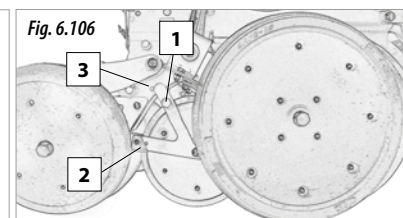

Fig. 6.106
La rueda pisa semillas se ubican entre las ruedas para el control de profundidad y las ruedas cubre-semillas (Fig. 6.106).
IMPORTANTE: PARA QUE LA RUEDA PISA SEMILLAS TRABAJE BIEN, Y EVITAR DAÑOS EN LA MÁQUINA, ASEGURARSE QUE EL POMO (1, FIG. 6.106) SE ENCUENTRE EN LA **POSICIÓN B** ANTES DE EMPEZAR A SEMBRAR.
- 2- Tirar del seguro (1, Fig. 6.106) y situarlo en el punto de exclusión en el chasis (3, Fig. 6.106), para fijar esta posición, girar el pomo hasta para colocar el pasador en la posición A (Fig. 6.107).
Para desbloquear el elemento de la posición de exclusión, tirar del seguro (1, Fig. 6.106) y girar el pasador hasta colocarlo en la posición B (Fig. 6.107).
LOS RASCADORES DE LAS RUEDAS PISA SEMILLA SE REGULAN MEDIANTE LOS TORNILLOS (2, FIG 6.106). AJUSTAR LOS RASCADORES A UNA DISTANCIA DE 3-4 MM DE LA RUEDA (EL RASCADOR NO DEBE TOCAR LA RUEDA EN NINGÚN CASO).